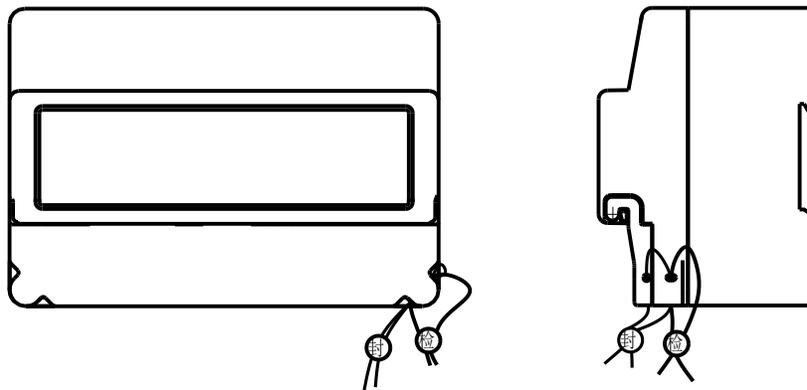

图6 铅封安装说明
6.12 铅封安装说明如图6所示，其中"检"字为计量检定后的铅封，"封"字为用户安装完后的铅封。